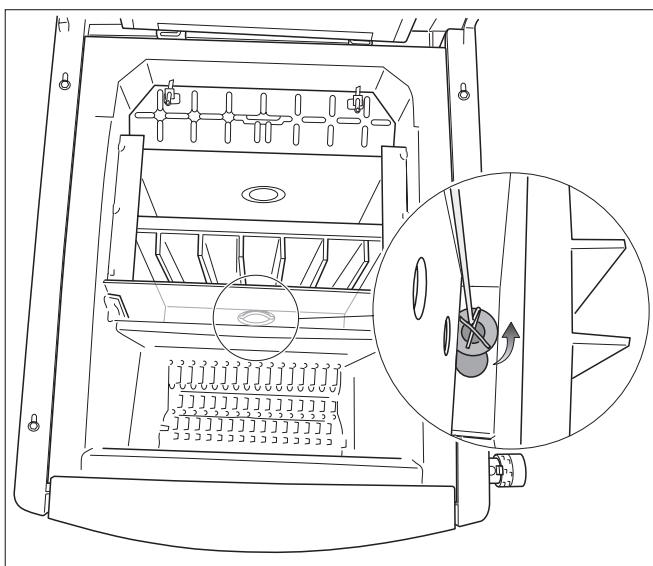

Рис. 33 Вынуть крышки отверстия для чистки
- ▶ Перед розжигом проверьте, закрыто ли крышкой отверстие для чистки (→ Рис. 33, стр. 29) в днище зольной камеры. При чистке котла зола из дымовых каналов удаляется через отверстие для чистки.